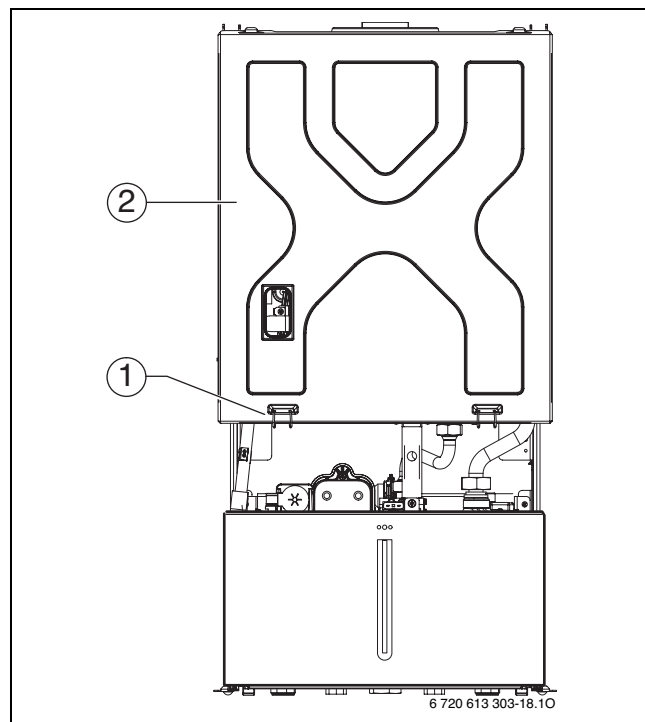

Fig. 57 Aprire la camera d'aria
- ▶ Rimuovere le due graffe (1) e togliere il coperchio della camera d'aria (2) sollevandolo verso l'alto (→ fig. 57).